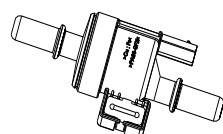

Рис. 9-12
5. Клапан управления адсорбером системы сбора паров бензина (рис. 9-12)